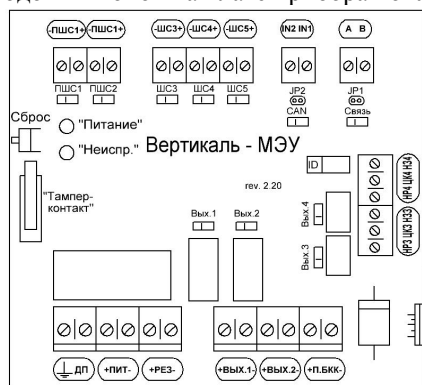

Рис.6 Расположение индикаторов и кнопок на плате МЭУ
*Примечание.* Для нормальной работы МЭУ с БКК необходимо установить согласующие резисторы 120 Ом (Рис.5) на концах линии связи. Подключение согласующего резистора 120 Ом на плате МЭУ производится установкой перемычки JP2 (Рис.6).